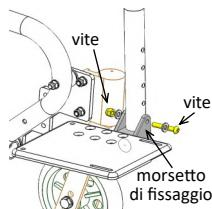

fig. 7.1: Regolazione altezza
- Regolazione altezza del poggiapiedi (fig. 7.1):